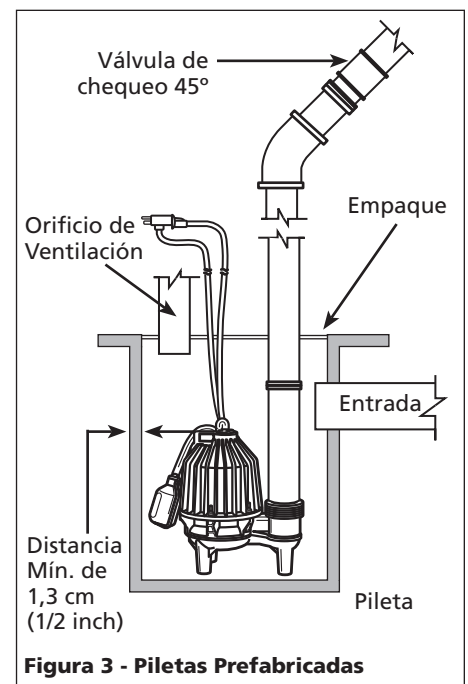

Figura 3 - Piletas Prefabricadas
- 6. Esta bomba tiene un interruptor/ flotante desmontable con un enchufe incorporado (vea la Figura 3). La longitud del cordón entre el flotante y la abrazadera no debe ser menos de 8,26 cm (3-1/4 inch) y no se debe usar en una pileta de menos de 35,6-cm (14 inch) de diámetro. Si va a usar un diferencial diferente al fijado de fábrica, cerciórese de que cuando la bomba se apague todavía haya por lo menos 10,2-cm (4 inch) de agua en la pileta de modo que el impulsor permanezca sumergido.